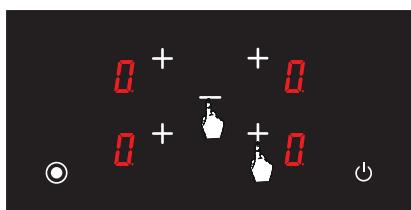

Рис. 22
3. Одновременно нажмите кнопку выбора передней правой конфорки **+** и кнопку минуса **-** (см. Рис. 22), вы услышите короткий звуковой сигнал. Затем поднимите пальцы с панели управления плиты.